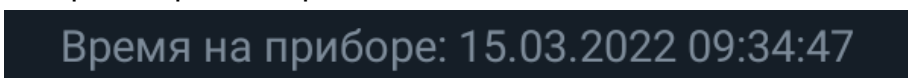

Рисунок 14 – Строка состояния
4. **Строка состояния** (рисунок 14). Служит для отображения времени на приборе. Чтобы синхронизировать время на телефоне и приборе, необходимо выбрать раздел «Прибор» или выбрать в главном меню (⋮) пункт меню «Инструменты» и нажать «Синхронизировать время».